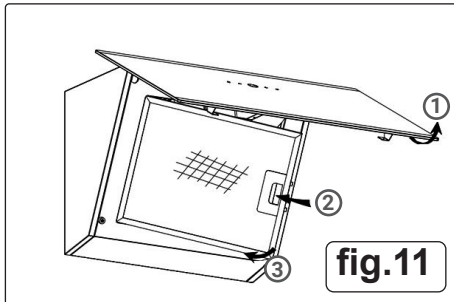

fig.11
- **INSTALLING GREASE MESH FILTERS** fig.11.